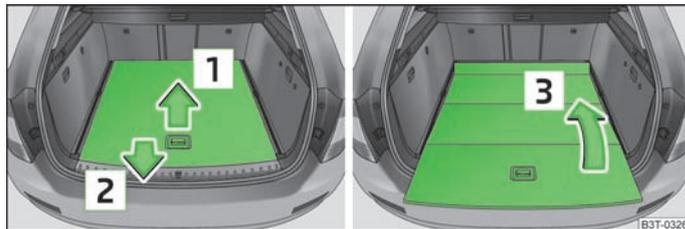
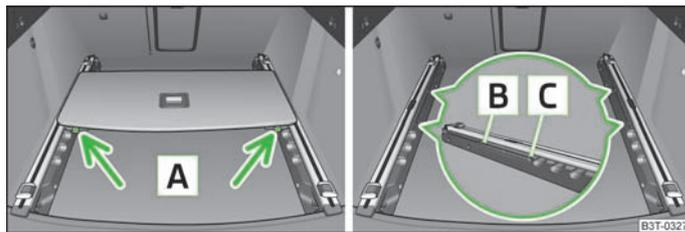

Fig. 75 Bagagliaio: Ripiegamento del piano di carico variabile
Fig. 76 Bagagliaio: smontaggio del piano di carico variabile
- Afferrare la parte posteriore del piano in corrispondenza dell'impugnatura, sollevare leggermente in direzione della freccia **1** » fig. 75 ed estrarlo sopra il paraurti, in direzione della freccia **2** sino a quando si innesterà nell'apertura **C** » fig. 76
- Muovere il piano di carico in direzione della freccia **3** per ripiegarlo. » fig. 75
- Premere i tasti di sicurezza **A** ed estrarre il piano. » fig. 76
- Spingere il piano in avanti, sino a quando si innesterà nelle aperture **B** delle » fig. 76 guide.